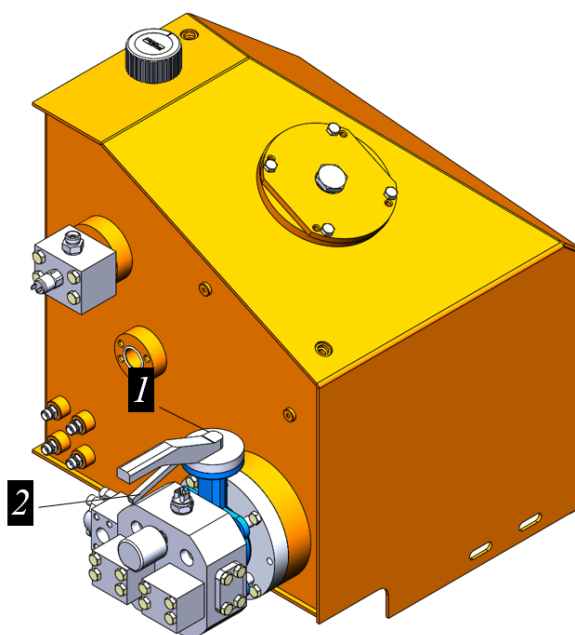

Рисунок 5.82. Процедура перекрытия дискового затвора
- Перекрыть дисковый затвор 1 на линии всасывания см. рис. 5.82.
Дисковый затвор (кран) размещен между распределительной плитой и фланцем. Для закрытия необходимо нажать и, удерживая фиксатор 2, повернуть рукоятку крана 1, рис. 5.82. Открывать дисковый затвор (кран) аналогичным способом.
- ▶ Открыть дисковый затвор на гидравлическом баке, рис. 5.82.
- ▶ Перекрыть дисковый затвор на гидравлическом баке, см. рис. 5.82.